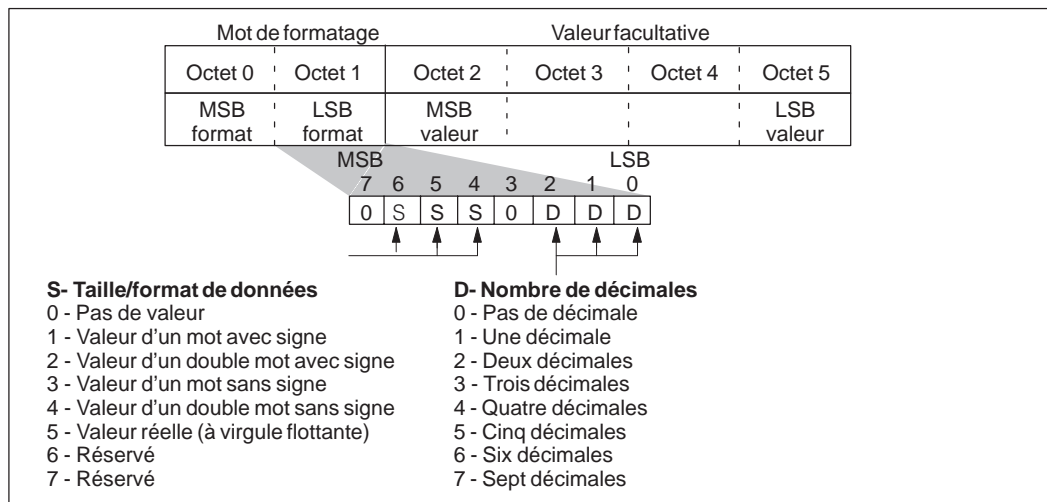

Figure D-18 Valeur des bits de l'octet 1 du mot de formatage
L'octet de poids faible du mot de formatage sert à spécifier la taille, le format et le nombre de décimales d'une valeur affichée. La sélection d'un affichage avec ou sans signe influence la plage d'édition d'une valeur. Les valeurs sans signe se limitent aux nombres positifs. Les valeurs avec signe peuvent être des nombres positifs ou négatifs. La figure D-18 indique la position des bits de taille/format de données et des bits du nombre de décimales dans l'octet 1 du mot de formatage.
- Les nombres réels (à virgule flottante) sont affichés avec le nombre de décimales que vous avez spécifié (cf. figure D-18). La valeur est arrondie à la précision indiquée. Si, par exemple, vous avez spécifié une précision d'une décimale pour la valeur 12,567, le TD 200 affiche "12,6".
Pour représenter un nombre réel (à virgule flottante), le TD 200 utilise jusqu'à 20 chiffres (y compris le nombre de décimales spécifié dans le mot de formatage, cf. figure D-18). Si un nombre ne peut pas être affiché avec le nombre de chiffres disponibles, le TD 200 affiche "eeeeee".